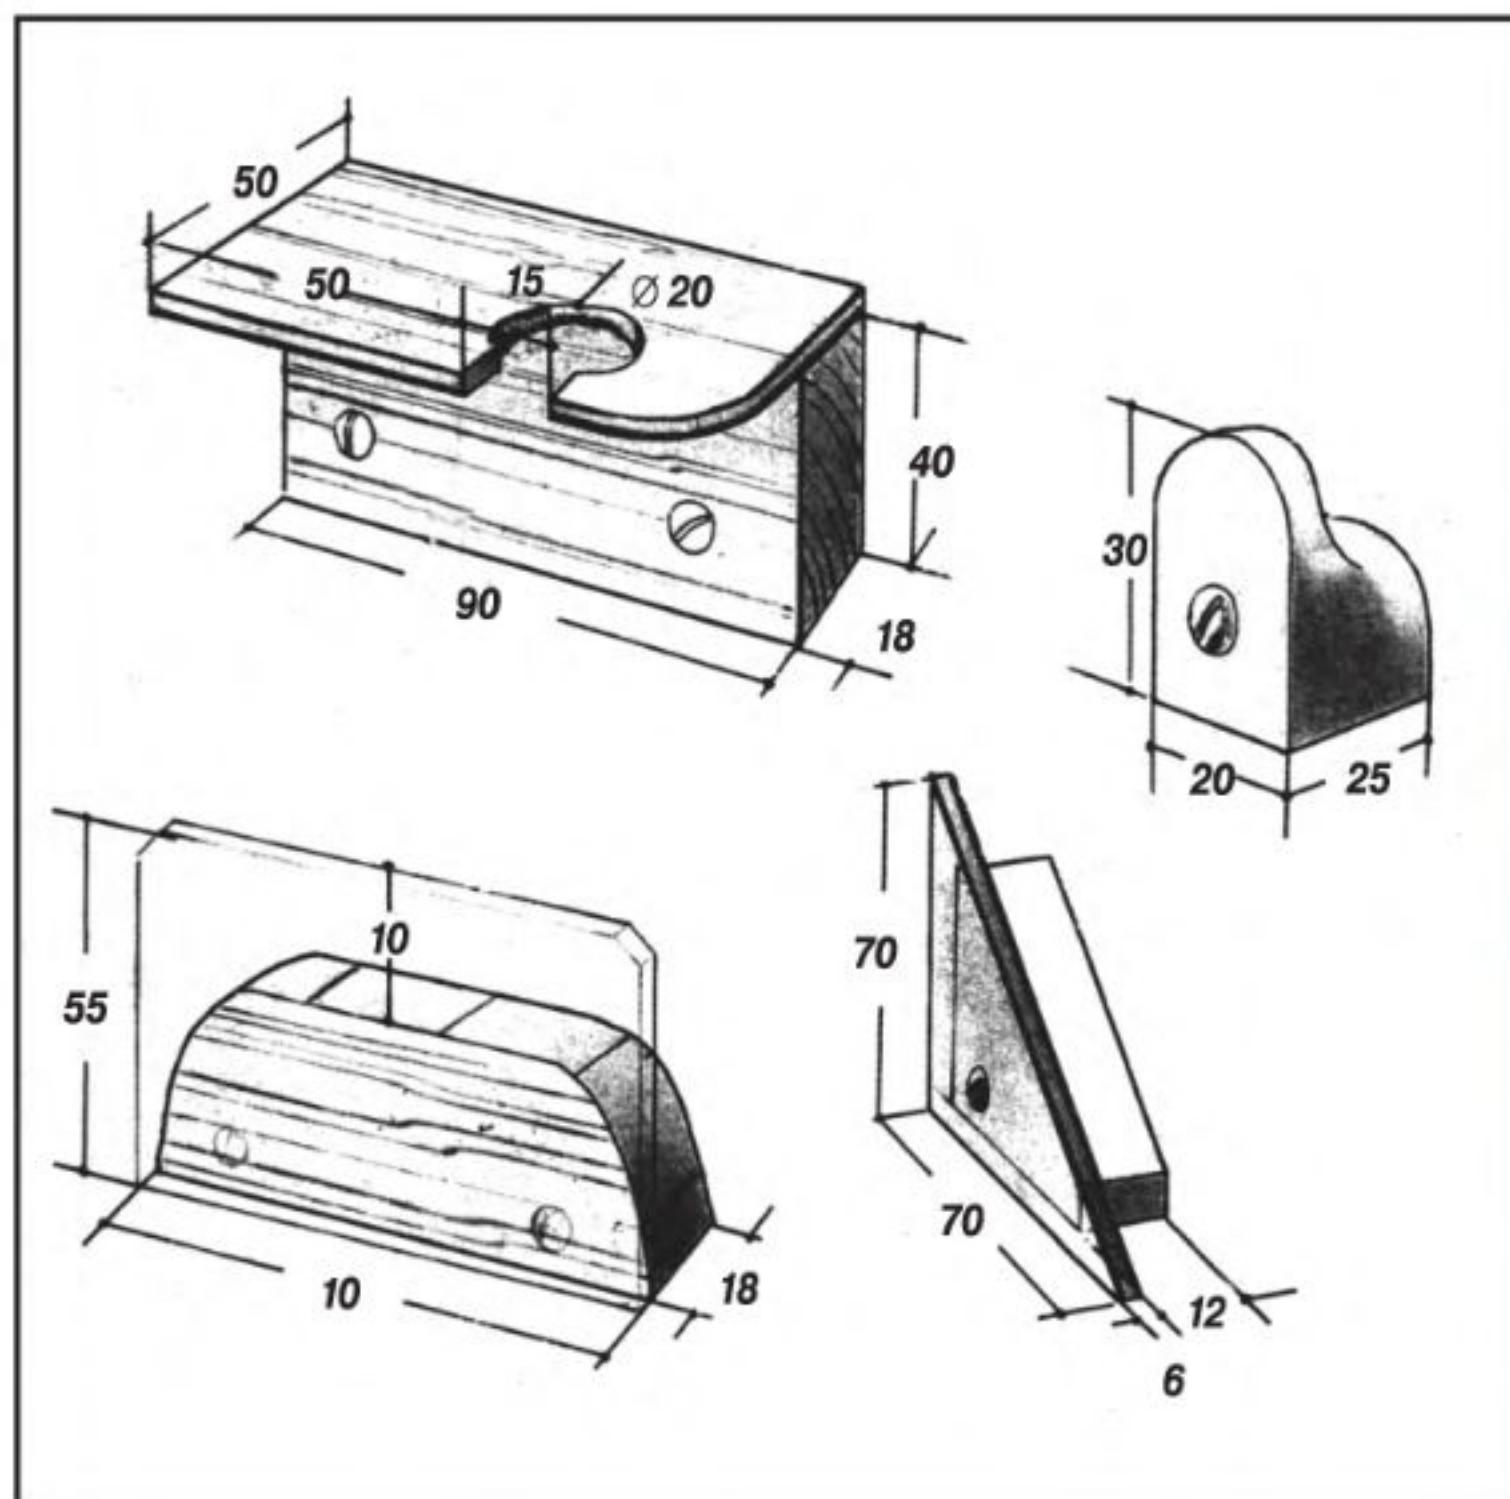

Рис. 5. Фиксирующие элементы для различных инструментов.
**Сборка корпуса.** Закончив пазы и шипы, собирают корпус. Для этого склеивают крышку, дно и боковые стенки (рис. 5). Сундучок состоит из двух одинаковых коробок, которые должны быть подогнаны заподлицо. Поэтому, пока клей не застыл, проверяют их прямоугольность.